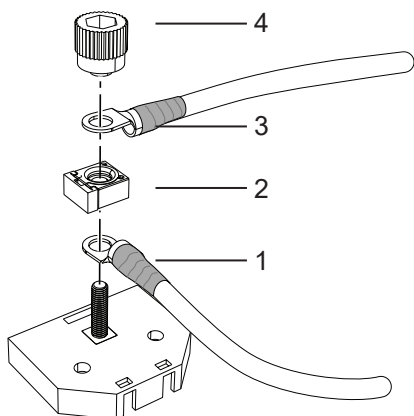
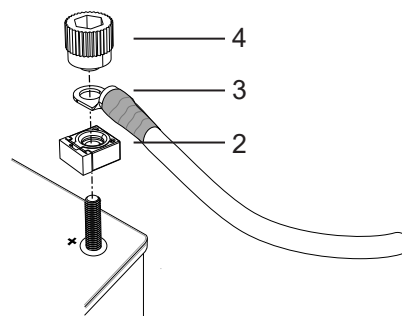

Abb.77. Anschließen an den Sicherungskasten
Abb.78. Anschließen an den Pluspol der Batterie
2. Stellen Sie ggf. sicher, dass sich der Kabinenschalter (CS) in der Position AUS befindet.
3. Schließen Sie bei Verwenden eines Sicherungskastens das Kabel (1) an den Pluspol der Batterie sowie an den Sicherungskasten an. Positionieren Sie dann die Sicherung (2) darüber, siehe Abb.77.
4. Positionieren Sie bei direktem Anschließen an den Pluspol der Batterie die Sicherung (2) auf dem Pluspol, siehe Abb.78.
5. Schließen Sie das Hauptstromkabel (3) an den Sicherungskasten bzw. den Pluspol an, siehe Abb.77 – Abb.78.
6. Schrauben Sie die Kabelanschlüsse und die Sicherung mit dem Drehknauf (4) fest an. Die Kabel werden in einem Winkel von 90° bzw. 180° voneinander montiert. Die Sicherung wird im rechten Winkel zu den Kabeln angebracht, siehe Abb.77 – Abb.78.